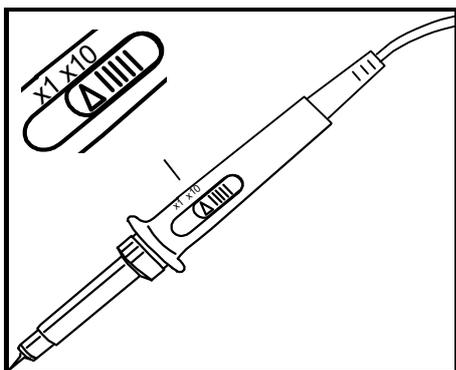

Fig 25 Apriete el botón "x1/x10" para ajustar la pantalla a la regulación de la sonda „x1/X10“ (Fig. 25)
- Con una velocidad de base de tiempos inferior o igual a 1s/div, sólo se visualiza el valor instantáneo. 'Vs' (Fig. 25)